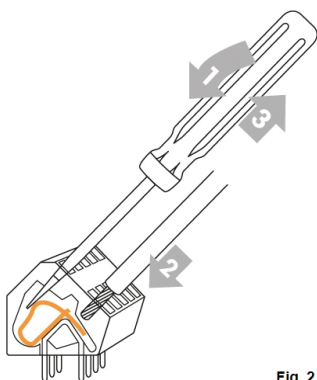

Fig. 2
3. Ouvrir orifice des bornes avec tournevis (Fig. 2) et fixer les raccordement des câbles.